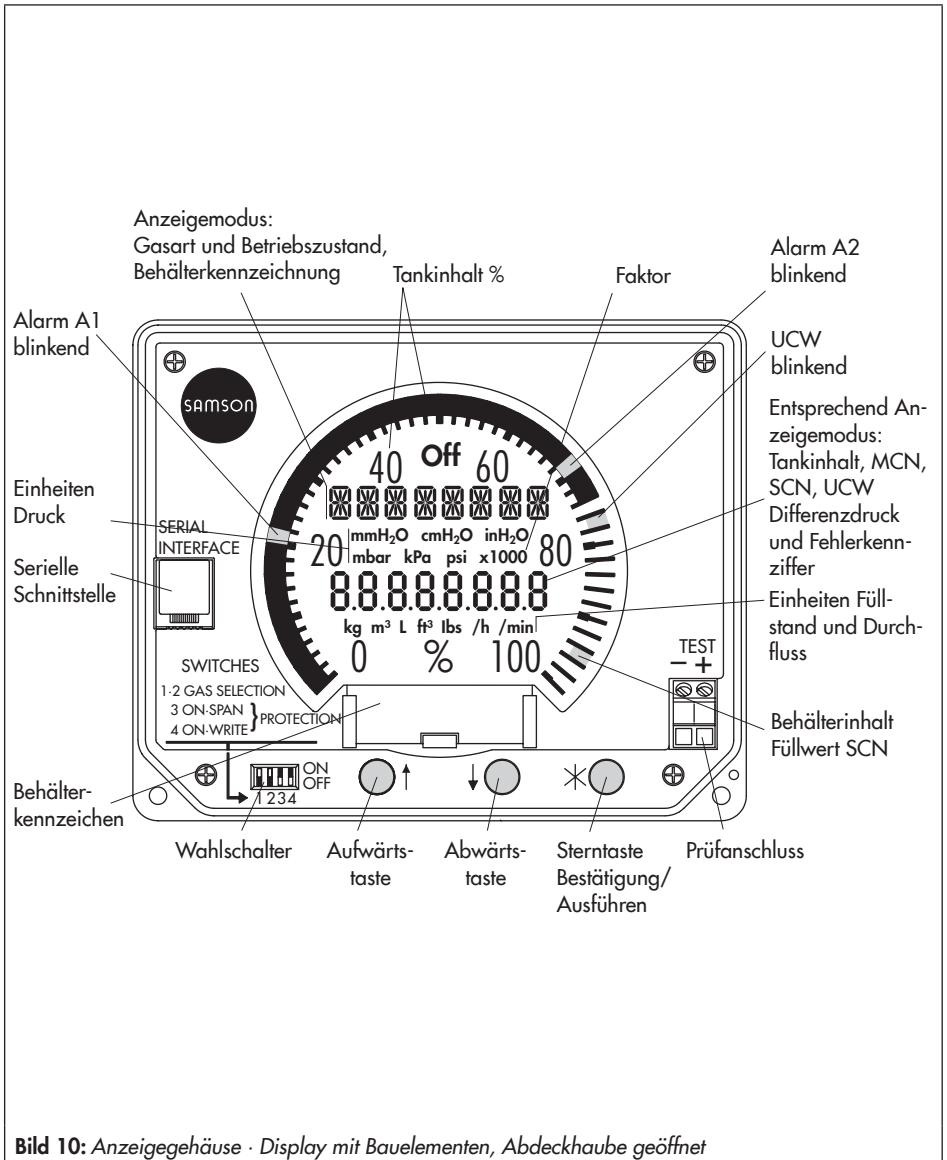

Bild 10: Anzeigengehäuse · Display mit Bauelementen, Abdeckhaube geöffnet
*Im Ex-Bereich darf am Prüfanschluss TEST – + (vgl. Bild 10) nur mit einem nach ATEX zugelassenen Messgerät der Stromwert überprüft werden!*
*Die serielle Schnittstelle **SERIAL INTERFACE** (vgl. Bild 10) ist für den Ex-Bereich **nicht** zugelassen!*